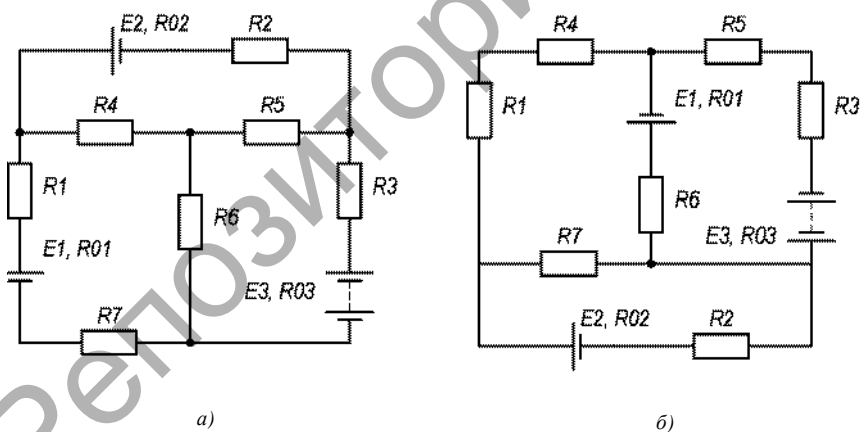

Рисунок 1.40
**Задача 1.21.** Определить токи на всех участках цепи (рис. 1.40). Проверить баланс мощностей, построить потенциальную диаграмму наружного контура, используя исходные данные таблицы 1.21.
**Задача 1.24.** Определить токи на всех участках цепи (см. рис. 1.40), используя исходные данные задачи 1.21. Проверить баланс мощностей.